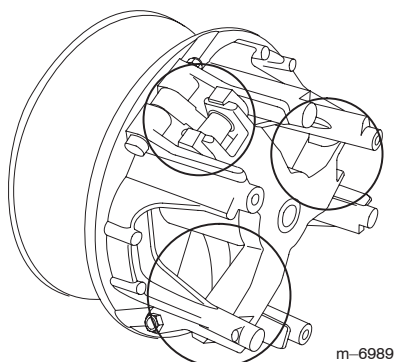

Figura 41
5. Lubrifique as peças móveis nas áreas assinaladas com um círculo na figura 41 utilizando o Dry Lubricant Spray da Toro, disponível no revendedor ou distribuidor autorizado Toro.